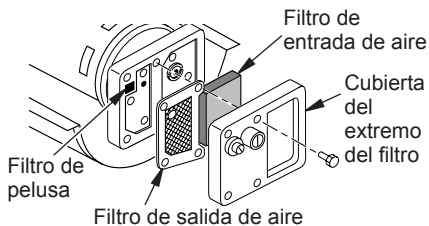

Figura 9 - Filtros de salida de aire, entrada de aire y de pelusa
2. Extraiga los tornillos de la cubierta del extremo del filtro con un destornillador para tuercas de 5/16" (consulte la figura 9).